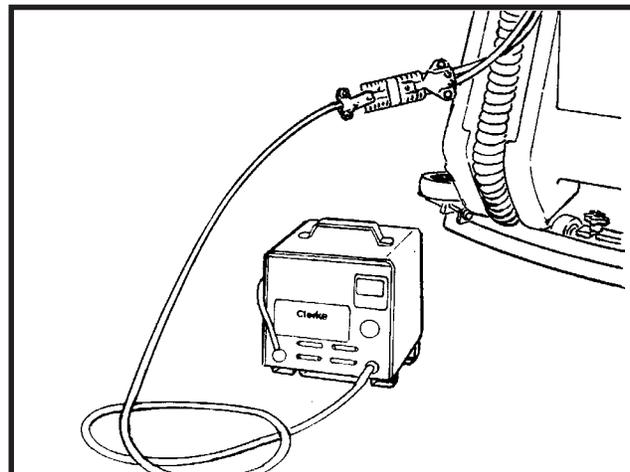

Abb. 14
5. Verbinden Sie die Gleichstromverbindungsklemme am Ladegerät mit der Verbindungsklemme der Batterieeinheit. Siehe Abb. 14.